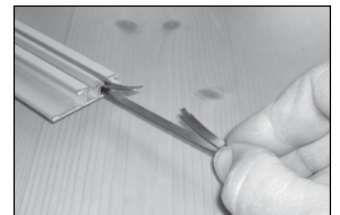

Bild 4
**3:** Zunächst die Positionierer in die Bodenschiene einführen (Bild 4). Pro Tür wird ein Positionierer eingeführt.